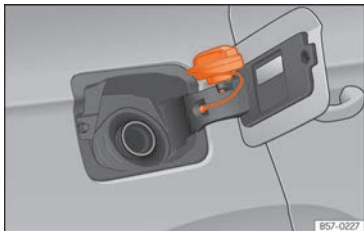

Abb. 235 Tankklappe mit aufgestecktem Tankverschluss.
- Platzieren Sie den Verschluss in der Aussparung, die sich im Scharnier der geöffneten Tankklappe befindet »» **Abb. 235**.